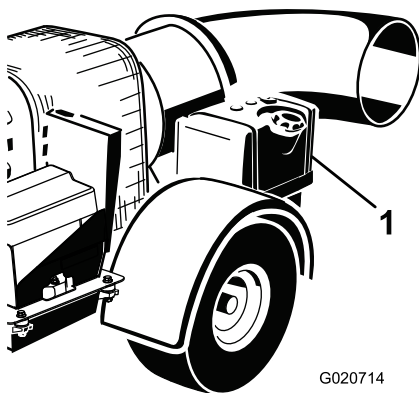

Bild 10
2. Reinigen Sie den Bereich um den Tankdeckel herum und nehmen den Deckel ab (Bild 10).